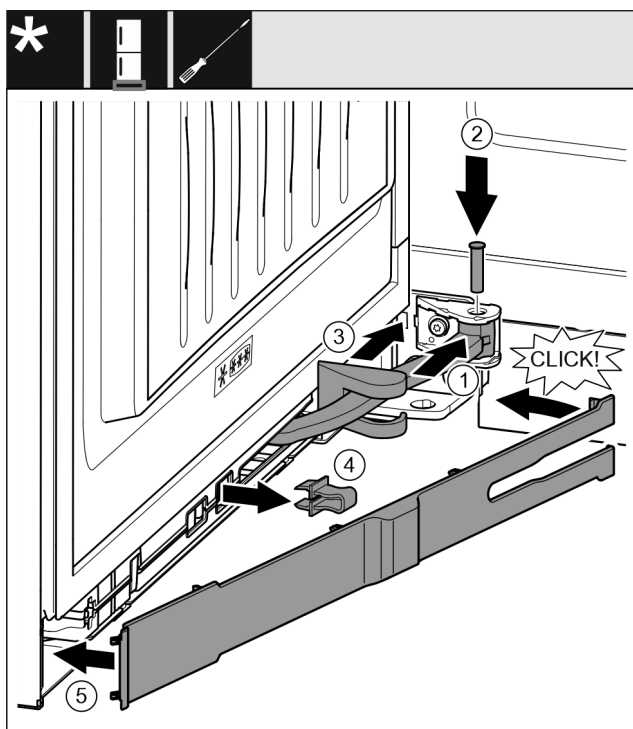

Fig. 63
- Ruotare il giunto Fig. 63 (1) nella sospensione.
- Con un cacciavite Fig. 63 (2) inserire i perni nella sospensione e nel giunto. Assicurarsi che la camma di arresto sia posizionata correttamente nella scanalatura.
- Spostare la copertura del blocco di supporto Fig. 63 (3) lungo il giunto e montarla sulla sospensione.
- Rimuovere il fusibile Fig. 63 (4).
- Applicare la maschera Fig. 63 (5) dal lato della maniglia e ruotarla verso l'interno.